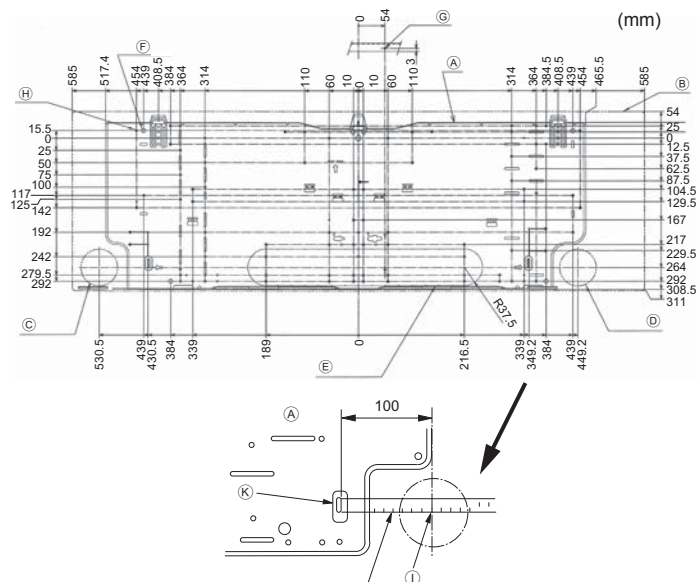
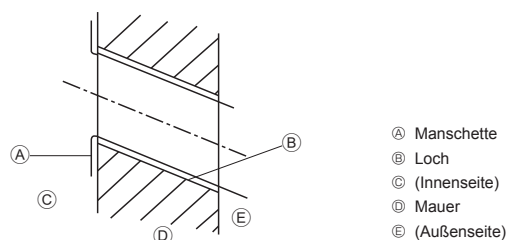

Fig. 3-2
Fig. 3-3
■ PKFY-P·VKM-E (Fig. 3-2)
- Ⓐ Montageplatte ①
- ① Lochmitte
- ② Skala mit der Linie ausrichten
3.2.2. Die Löcher für die Rohrleitung bohren (Fig. 3-3)